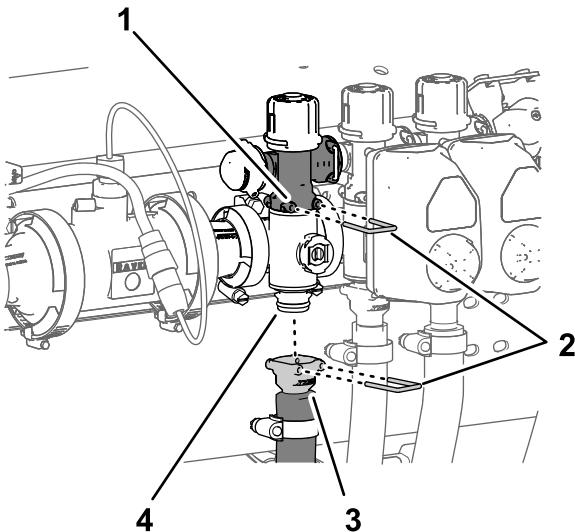

Рисунок 125
1. Снимите штифт быстроразъемного соединения, который крепит быстроразъемный соединитель перепускного клапана секции к коллекторному клапану секции (Рисунок 125).
2. Снимите штифт быстроразъемного соединения, который крепит быстроразъемный соединитель шланга подачи секции к коллектору быстроразъемного штуцера на коллекторном клапане секции (Рисунок 125).